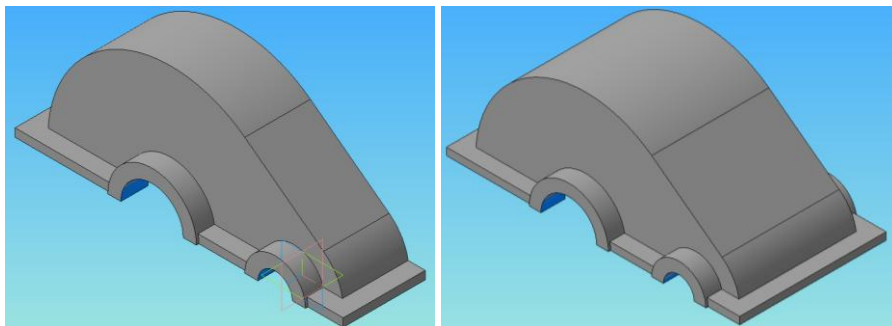

Рис.10 – Результат виконання операції «Надати товщину» і «Дзеркальний масив»
15. Побудову другої половини кришки виконати за допомогою команди *Зеркальный массив* панелі *Массивы*, для чого у дереві моделі виділити об'єкти (три гілки *Придать толщину*), вказати площину торця, що є площиною симетрії, відносно якої будується друга частина кришки (Рис.10).